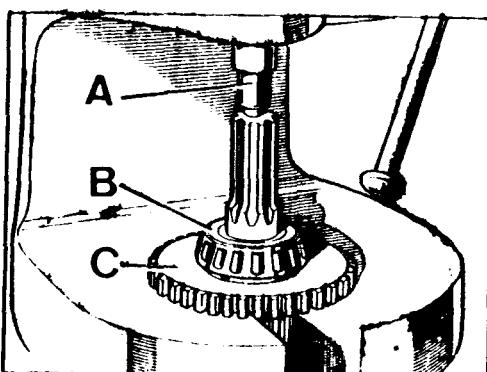

Fig. C-39 Desmontaje a presión del cojinete trasero
1.9. Con un extractor, o a presión, se separará del eje de salida el cojinete trasero, B (Fig. C-39).